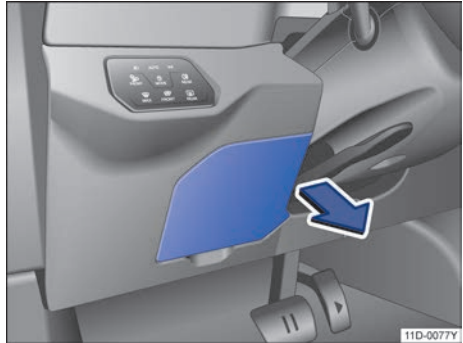

图 136 在驾驶员侧仪表板上：保险丝盒盖板
- 在→图 136 标识的箭头位置，使用手指或塑料工具（避免划伤零件外观）向车内用力，将保险丝盒盖板拆下。